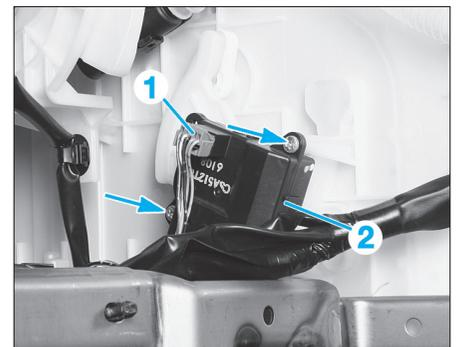

FIG. 15
- Débrancher le connecteur (1) du servomoteur de débit d'air (2) (**Fig.15**).